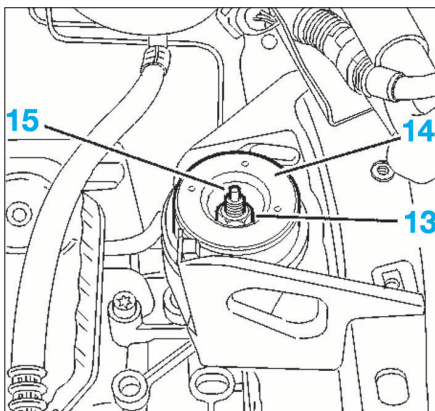

FIG. 12
- l'écrou d'axe (13) et sa rondelle (Fig.12).